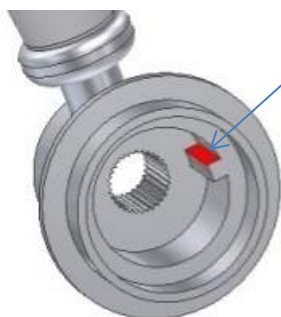

FIG 3
3. Remplacez la poignée ou l'anneau de butée en laiton (figures 3 ou 4) contre la patte de fixation de la cartouche afin d'arrêter la rotation de la poignée ou de l'anneau de butée dans le sens horaire. Le réglage de l'arrêt de l'écoulement est ainsi terminé.